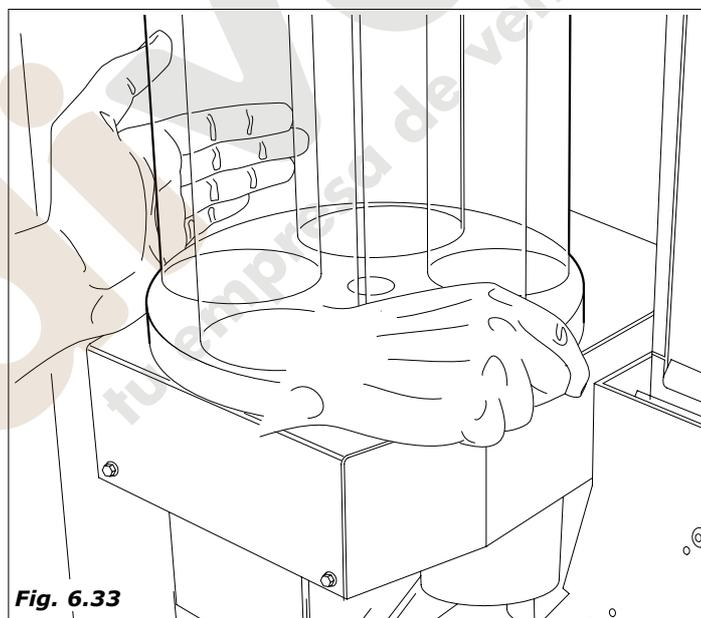

Fig. 6.33
- extraer la columna de vasos (Fig.6.33)